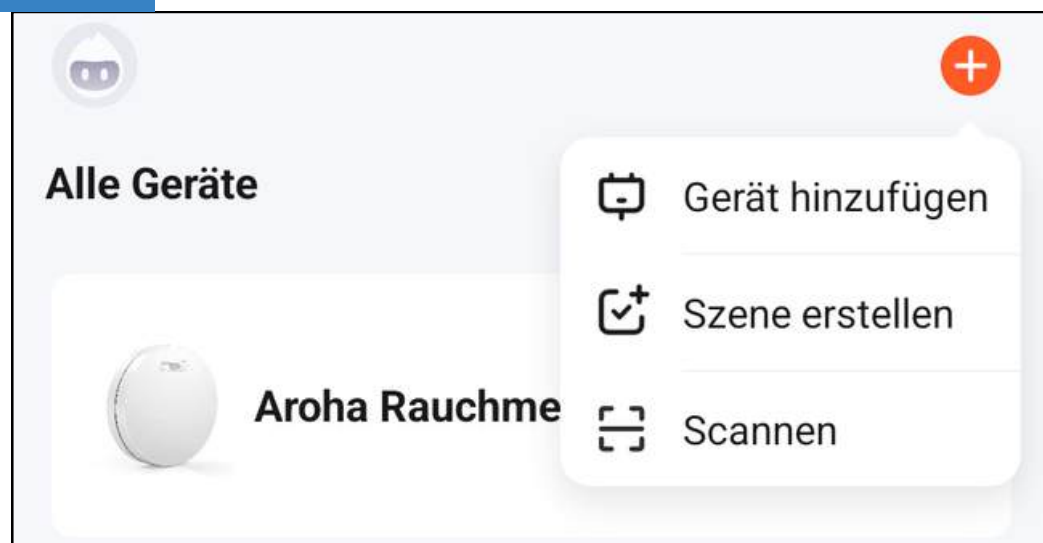

Abbildung 2: Gerät in der App hinzufügen
**5:** Klicken Sie auf das „+“ in der oberen rechten Ecke des App-Startbildschirms. Wählen Sie dann **„Gerät hinzufügen“**, wie Sie in Abbildung 2 sehen. Die App sucht nun automatisch nach Geräten, die sich im Kopplungsmodus befinden. Befolgen Sie die Schritte wie in der App beschrieben.